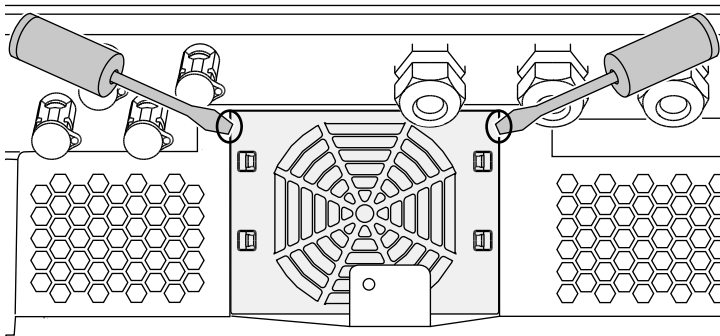

图 69：松开风扇网罩
2. 卸下风扇。为此，请将螺丝刀放在风扇网罩的边缘，轻压网罩。➡ 图 69